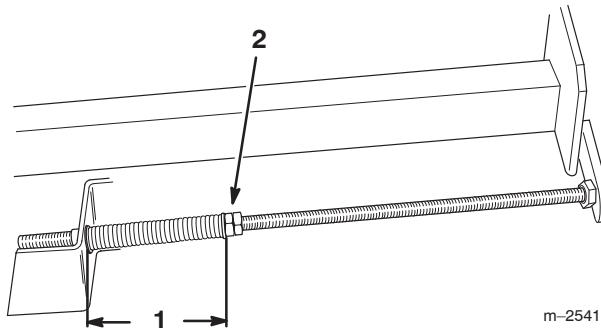

Bild 50
- Ziehen Sie die Klemmmuttern an den Einstellstangen so weit fest, dass die Federn auf 12,7 cm eingedrückt sind (Bild 50).